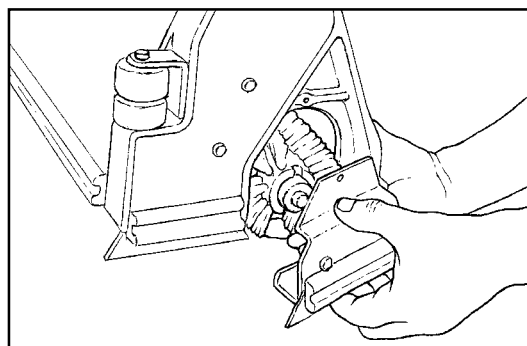

Abb. 16
5. Senken Sie die Abdeckung um ca. 12mm und schieben Sie die Abdeckung und die Lagereinheit von der Schiene herunter (Abbildung 16).